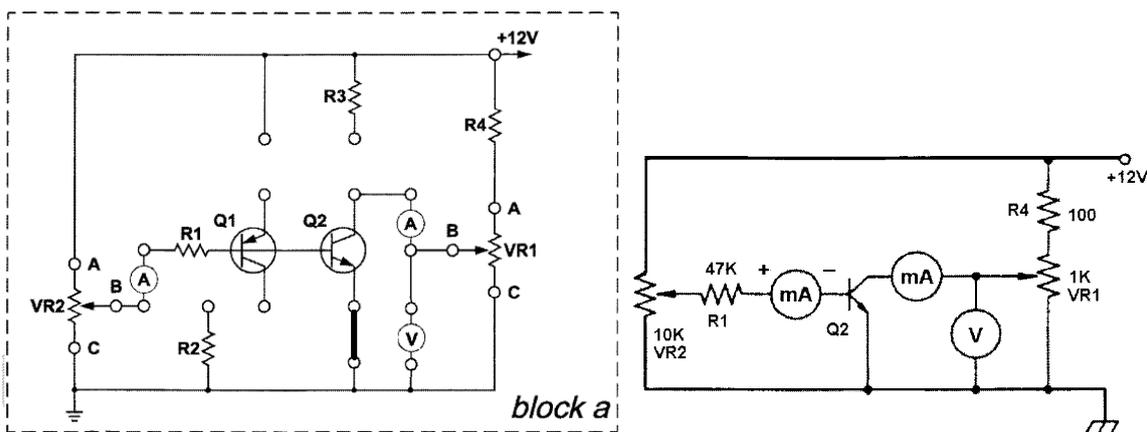

Fig.2 : Montage pour le traçage de la caractéristique de sortie.
- Insérez le clip de raccordement selon la Fig.2 (Module : 23002-block a)